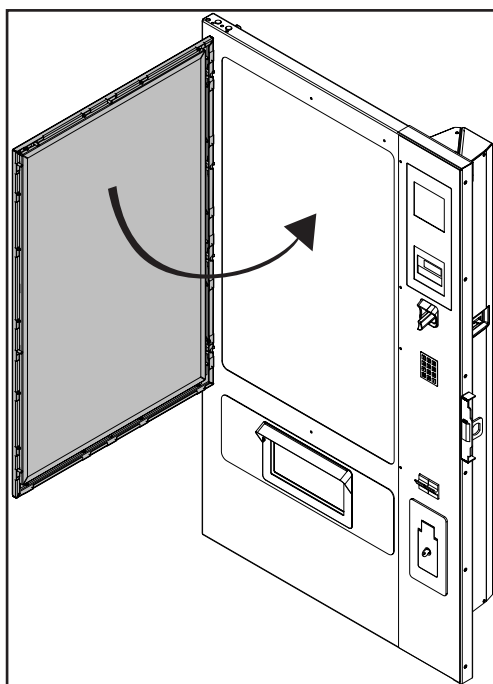

Fig. 36
1. Fermer la protection antichoc (fig. 36).